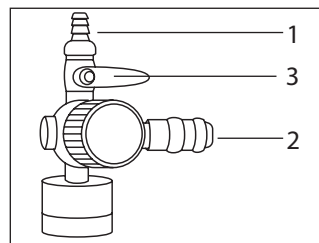

Рис. 4
На выходе из компрессора предусмотрены штуцера двух типов: «елочка» (Рис. 4, п. 1) и быстросъемный (Рис. 4, п. 2).
К инструменту, подключенному к быстросъемному штуцеру, воздух поступит автоматически. Для подачи давления к инструменту, подключенному к штуцеру типа «елочка», откройте шаровой кран (Рис. 4, п. 3).
инструмента, подключенного к штуцеру, посредством регулировки положения крана (Рис. 4, п. 3).
ПРИМЕЧАНИЕ! При работе одновременно двумя инструментами следует помнить, что давление в обоих инструментах будет одинаковым, а расход воздуха будет распределяться пропорционально соотношению проходных сечений инструментов или выходных штуцеров в случае регулирования расхода воздуха краном, т.е. при увеличении расхода воздуха через штуцер (Рис. 4, п. 1) будет уменьшаться расход воздуха через штуцер (Рис. 4, п. 2), и наоборот.
- к штуцеру типа «елочка» – закройте кран (Рис. 4, п. 3), ослабьте хомут (если установлен), смените шланги инструмента, снова затяните хомут и откройте кран, установив необходимый расход воздуха;